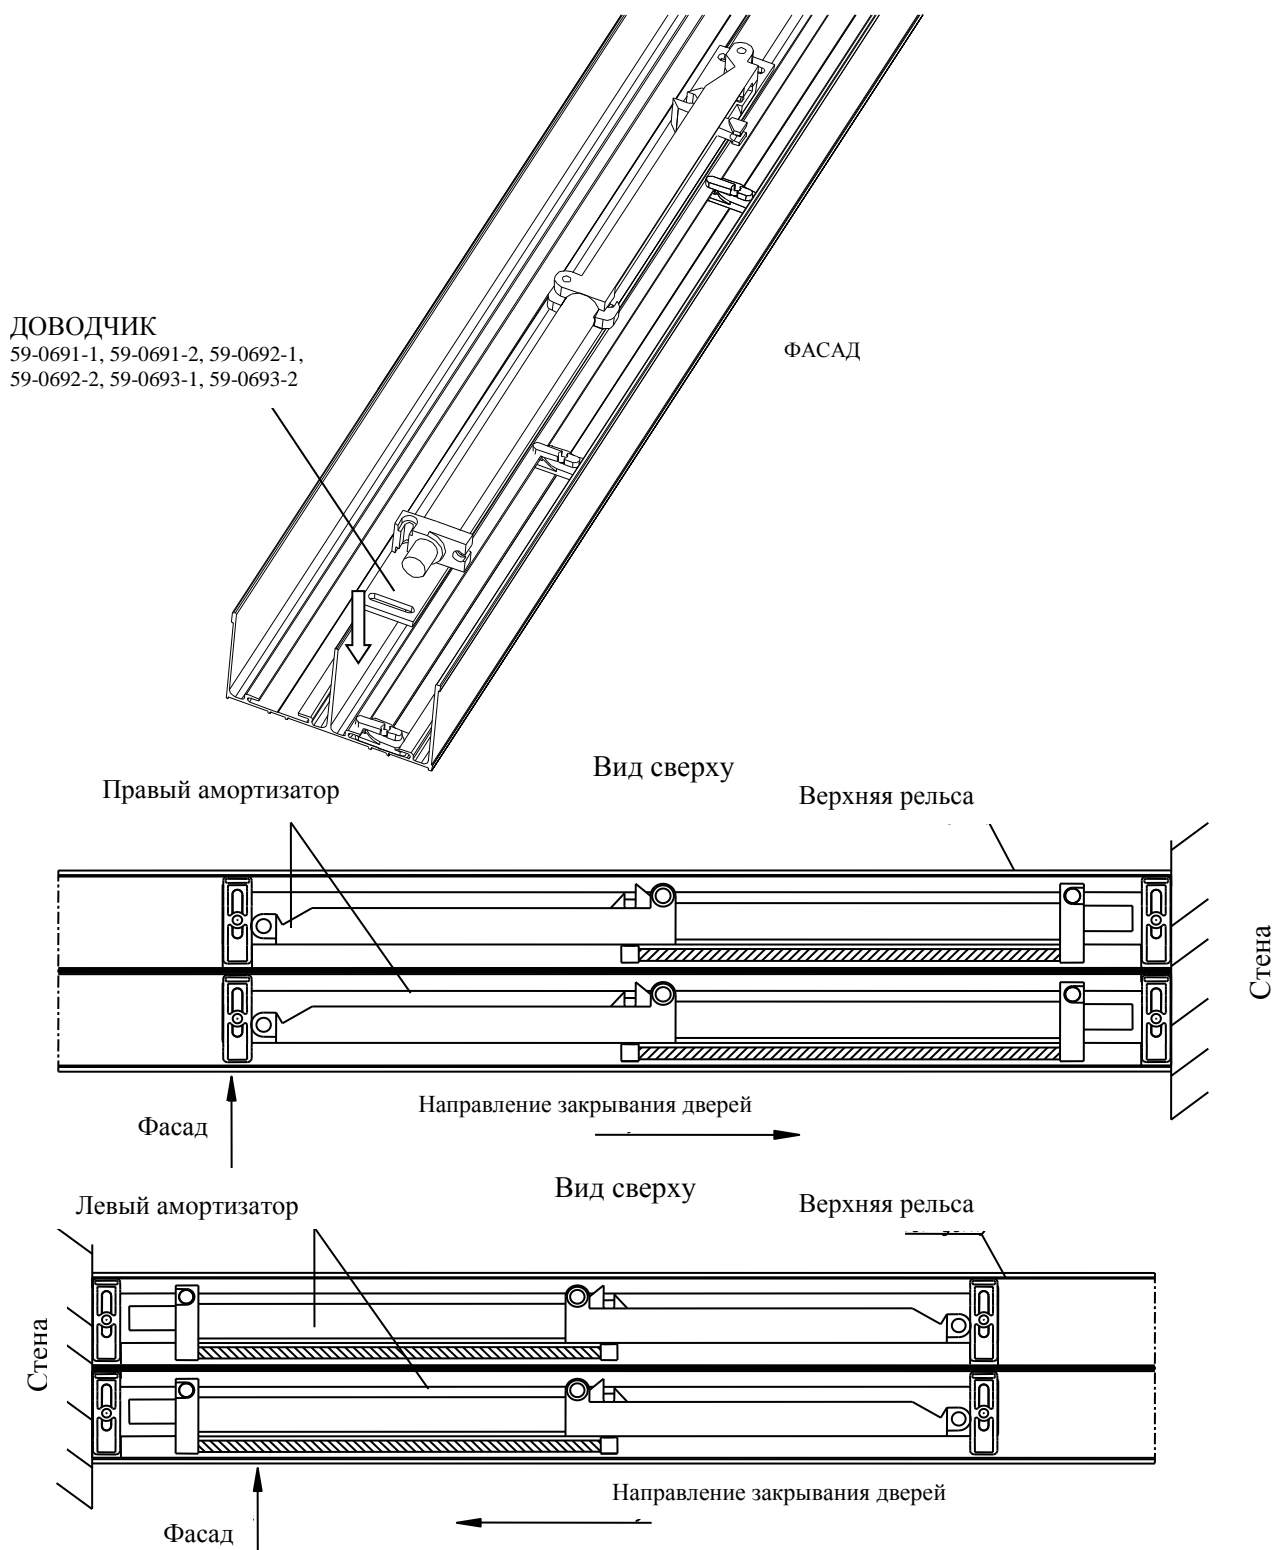

Рис. 26
2. Установка доводчика и прикручивание его шурупами (рис. 26)